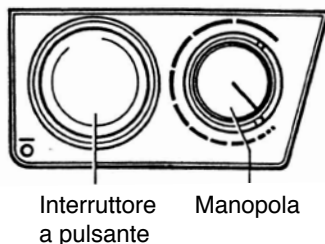

Fig. 4
- Collegare la spina alla presa e premere l'interruttore a pulsante con il pollice (fig. 4 e 5).